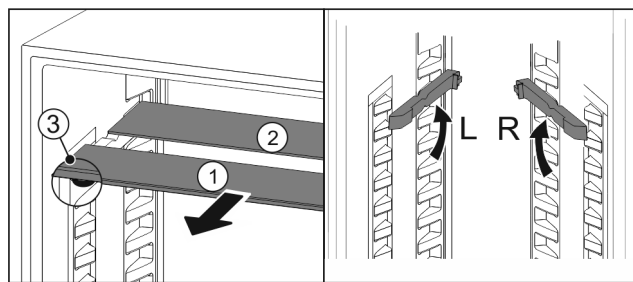

Fig. 174
- estrarre i ripiani di vetro singolarmente tirando in avanti Fig. 174 (1).
- Il piano in vetro Fig. 174 (1) con il motivo ornamentale è nella parte anteriore.
- I fermi Fig. 174 (3) sono rivolti verso il basso.